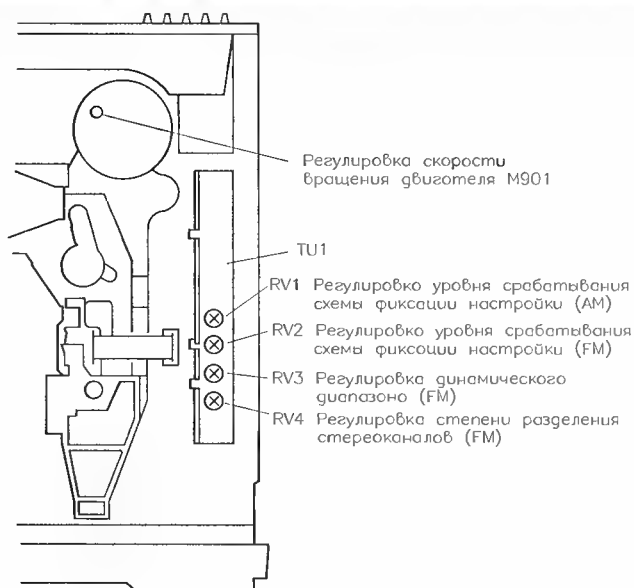

Рис. 5.9. Расположение регулировочных элементов
Расположение регулировочных элементов тюнера автомагнитолы показано на рис. 5.9.
Расположение регулировочных элементов магнитофонной панели автомагнитолы показано на рис. 5.9.
4. Если показания частотомера в каком-либо режиме отличаются от рекомендуемых, произвести регулировку скорости встроенным винтом электродвигателя M901 (рис. 5.9).